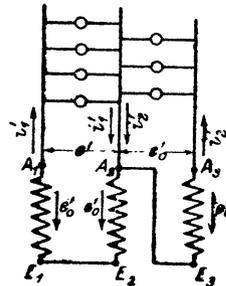
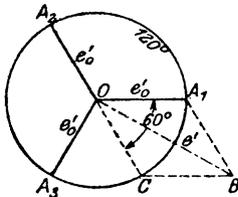

Fig. 100.
Fig. 101.
246. In Fig. 100 seien  $A_1E_1$ ,  $A_2E_2$ ,  $A_3E_3$  drei gleiche EMK, die gegeneinander um Winkel von je  $120^\circ$  verschoben sind. Die Enden  $E_1$  und  $E_2$  sind miteinander verbunden, ebenso  $A_2$  mit  $E_3$ . Zwischen  $A_1$  und  $A_3$ , ebenso zwischen  $A_2$  und  $A_3$  werden Lampen geschaltet. Die erste Lampengruppe braucht 6,65 [12] (15) A, die zweite 4,6 [10] (7) A. Gesucht:
Zu a): Wie die Pfeile in Fig. 100 zeigen, sind die EMK in  $A_1E_1$  und  $A_2E_2$  einander entgegengerichtet, müssen also subtrahiert werden (geometrisch). In Fig. 101 sind  $\overline{A_1O}$ ,  $\overline{A_2O}$ ,  $\overline{A_3O}$  die drei gleichen EMK, die gegeneinander um  $120^\circ$  verschoben sind. Soll  $\overline{A_2O}$  von  $\overline{A_1O}$  subtrahiert werden, so verlängere man  $\overline{A_2O}$  über  $O$  um sich selbst und addiere  $\overline{OC}$  zu  $\overline{OA_1}$ , d. h. bilde aus  $\overline{OA_1}$  und  $\overline{OC}$  das  $\nabla OA_1BC$ , dessen Diagonale  $\overline{OB}$  die gesuchte Differenz ist. Aus  $\triangle OA_1B$  folgt
Zu b): Die Spannung der zweiten Lampengruppe ist die zwischen  $A_2$  und  $E_2$  herrschende, also die Spannung  $e_0' = \overline{A_2O}$  in Fig. 101.
Zu c): Da bei induktionsfreien Widerständen die Richtungen der Stromvektoren mit denen der Spannungen zusammenfallen, so sehen wir, daß die Stromvektoren  $i_1'$  und  $i_2'$  miteinander dieselben Winkel bilden, wie die Spannungen  $\overline{OB}$  und  $\overline{OA_2}$  in Fig. 101. Nun ist aber